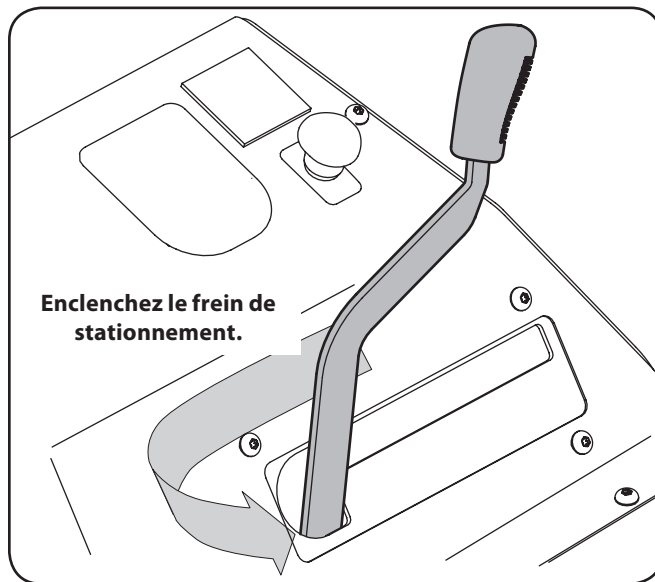

Figure 5-1
2. Enclenchez le frein de stationnement. Consultez la figure 5-1.
3. Assurez-vous que le commutateur de la PDF est en position débrayée (en bas). Consultez la figure 5-1.